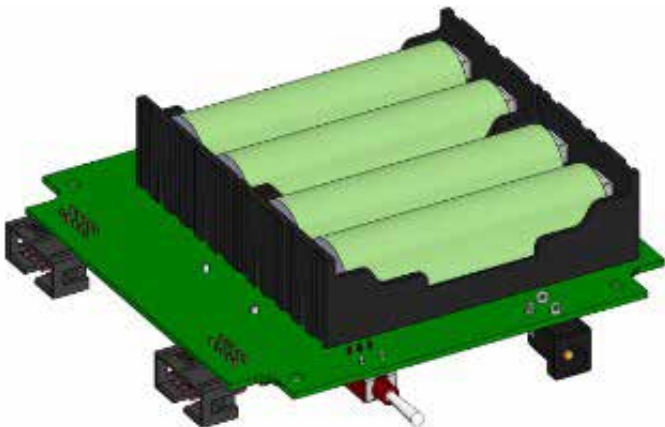

Рисунок 3. Установка аккумулятора
2) Установить аккумуляторы (от 2 до 4) в специальные посадочные места платы СЭП (рисунок 3):